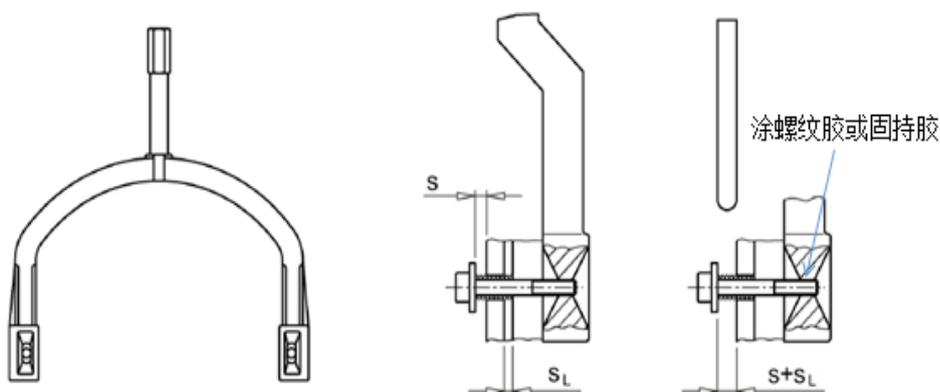

图 3.4-5 松闸气隙
6. 需要时修正气隙S并重新进行检查（如图3.4-5所示）。